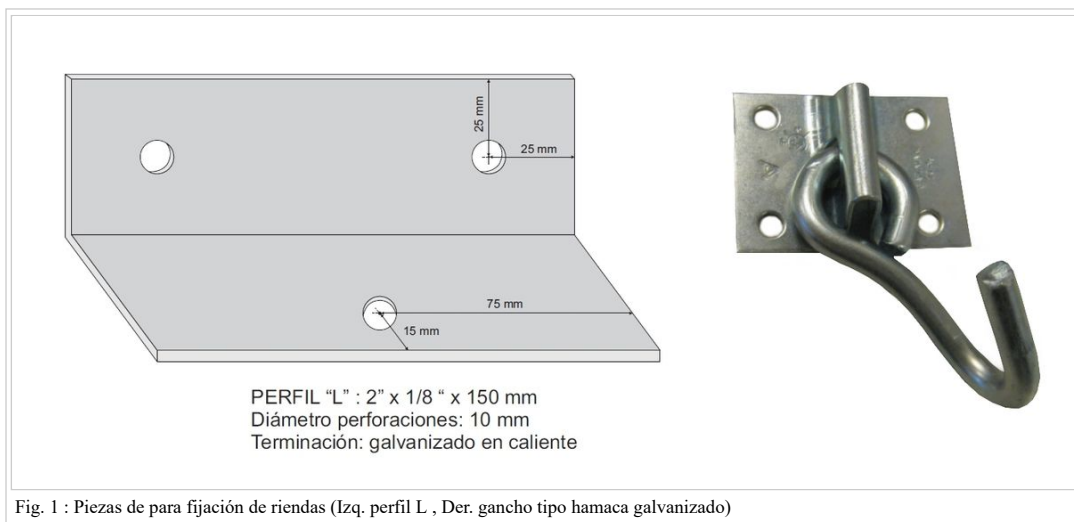

Fig. 1 : Piezas para fijación de riendas (Izq. perfil L, Der. gancho tipo hamaca galvanizado)
- El vínculo entre la rienda y los puntos de fijación se realizará mediante alguna de las piezas que se presentan en las Fig. 1
- En caso de utilizar ganchos tipo hamaca estos deberán tener las características del que se muestra en Fig. 1 (platina de 1.5 mm de espesor, gancho de 8 mm de diámetro).